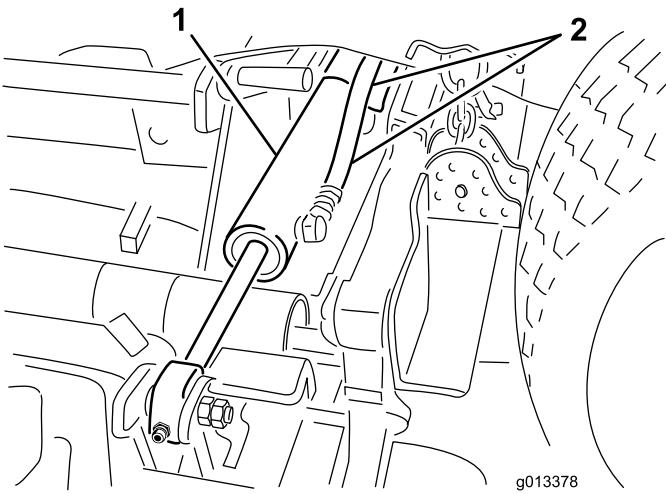

Figure 3
5. Débranchez les flexibles hydrauliques des vérins de levage du plateau latéral (Figure 3).